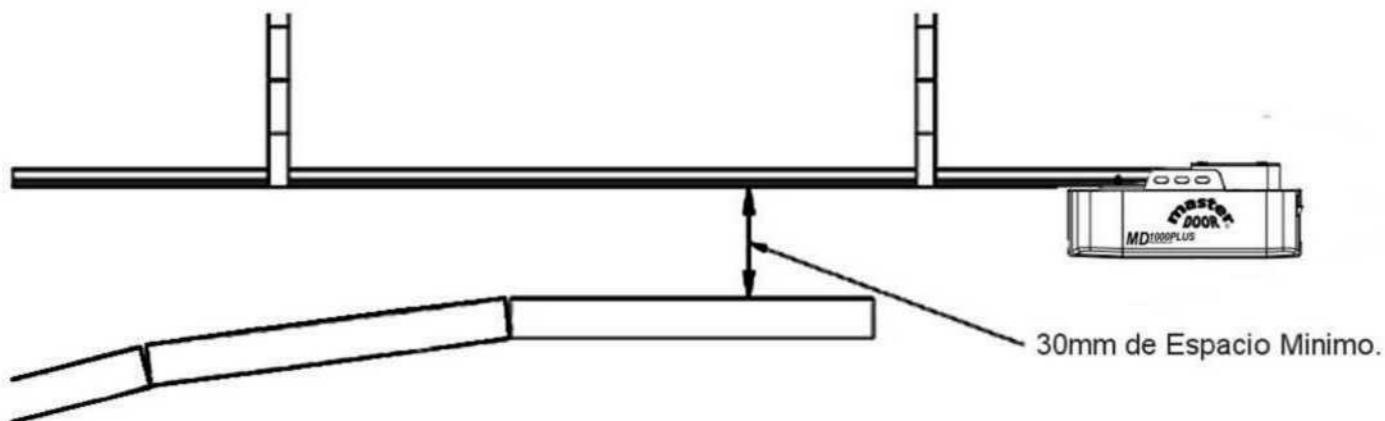

Fig.3
- 5.Debe haber 30mm de Espacio como Mínimo entre la parte Inferior del Riel y la parte Superior del Portón en el punto de Apertura.Ver (Fig. 3).